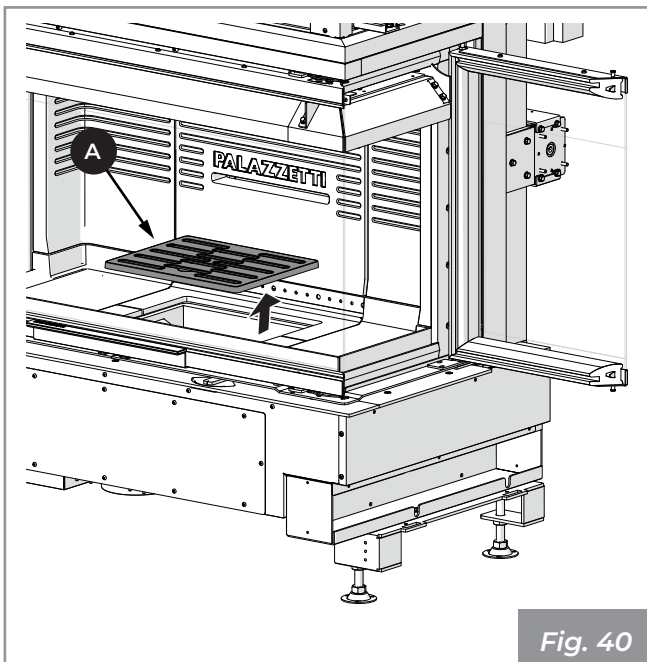

Fig. 40
- 1) Assicurarsi che la griglia (A) (Fig. 40) sia libera da eventuali residui di combustione che possano ostruire il libero passaggio d'aria. Rimuoverla ed effettuare la pulizia del focolare utilizzando una scopetta (non in dotazione) facendo convogliare i residui della combustione nel cassetto cenere. Fare attenzione ad eventuali braci ardenti.